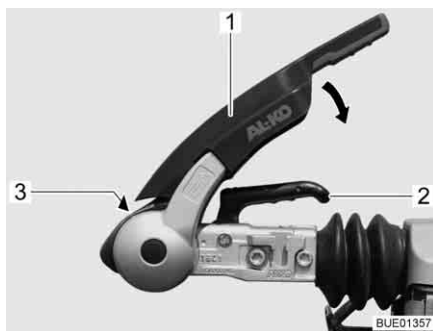

Fig. 1 Gancio di sicurezza AKS 3004
- Tirare in su la leva di stabilizzazione (Fig. 1,1) fino all'arresto.
- Tirare la maniglia del gancio (Fig. 1,2) verso l'alto.
- Eseguire un controllo a vista: Il cilindro verde dell'indicazione di sicurezza (Fig. 1,3) deve essere ben visibile.
- Attivare il dispositivo di stabilizzazione. A tal fine premere la leva di stabilizzazione (Fig. 1,1) verso il basso fino all'arresto.